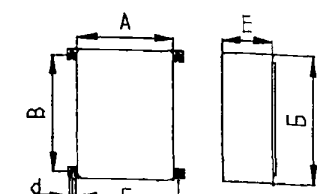

Рис. 2
5. Щитки коттеджные учетные типа ЩКУ - 63 (рис.1), ЩКУ- 100 (рис.2) изготавливаемые ОАО "МЭЛ", г.Москва по ТУ 3434-004-03989649-97 предназначены: для приема, распределения и учета электроэнергии напряжением 220 В трехфазного переменного тока с частотой 50-60 Гц в сетях с глухозаземленной и изолированной нейтралью. Максимальный ток 60 А.